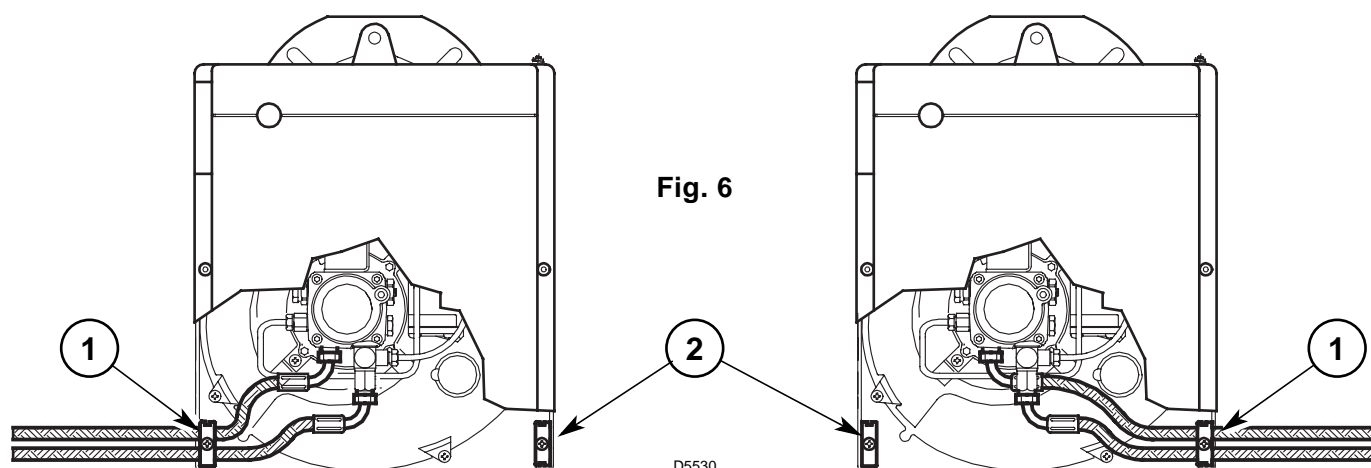

Fig. 6
In de fabriek werd de brander voorzien om de brandstoftoevoerleidingen langs beide zijden te kunnen aansluiten. Afhankelijk van de uitgang van de flexibels - links of rechts - kan het nodig zijn om de plaatsing van het bevestigingsplaatje (1), en het afdekkplaatje (2) om te wisselen, (zie fig. 6).